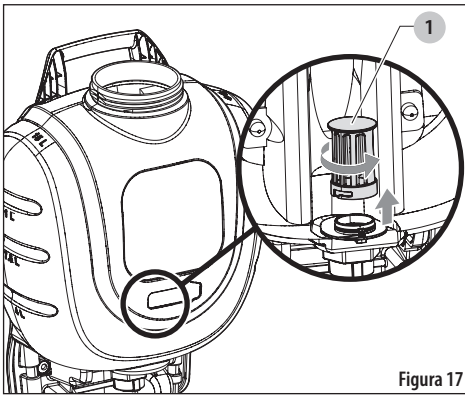

Figura 17
6. Introduzca la mano en el tanque y agarre con cuidado el filtro del tanque (1) ubicado en el fondo de este. Vea la *Figura 17*.